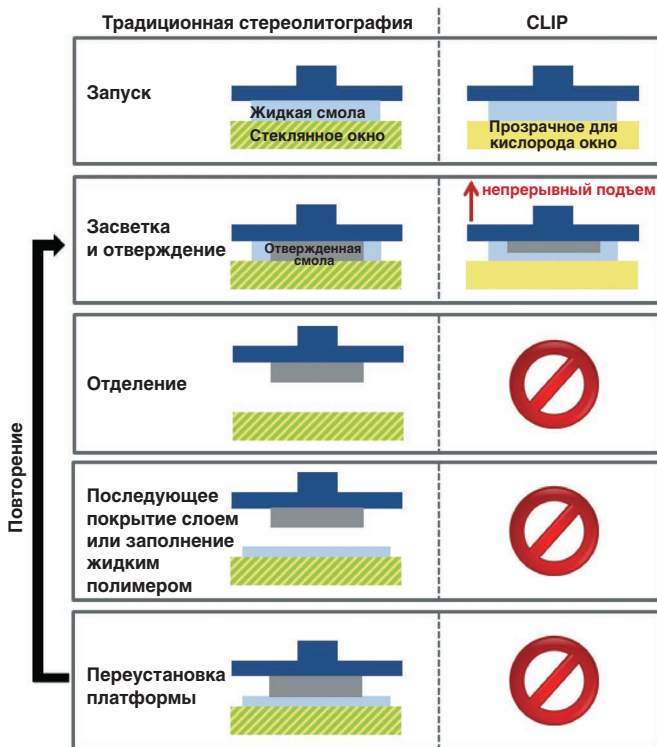

Рис. 9. CLIP убирает повторяющиеся шаги, необходимые в традиционной стереолитографии (SL). Сравнение технологий.
Ключевой момент заключается именно в том, что окно на дне резервуара — это композит, который пропускает не только свет, но и позволяет проникать кислороду. При традиционном процессе с непроницаемым для кислорода окном делается трехмерная модель, которая приклеивается на платформу при помощи традиционного окна (**рис. 9**). Для того, чтобы нанести следующий слой, необходимо отсоединить платформу, добавить новую смесь, переместить платформу и протравить этот процесс снова и снова. Но в случае с прозрачным для кислорода окном кислород, проходя через него, препятствует реакции, тем самым образует мертвую зону (DZ). Эта зона имеет толщину в десятки микрон прямо на границе раздела окна и остальной жидкости и позволяет осуществлять непрерывное экспонирование объекта при одновременном его подъеме. Таким образом убираются три шага в процессе.